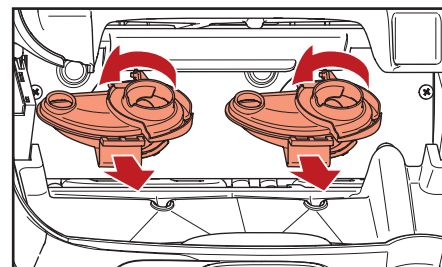

Fig. 5.10- Fjern blandeskåle
- b. Drej blandeskåle mod uret for at løsne og træk for at fjerne dem (fig. 5.10).